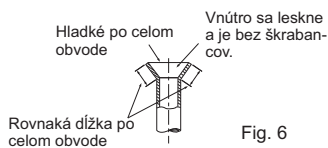

Fig. 6
- Porovnajte pertlovaný koniec s Fig. 6.